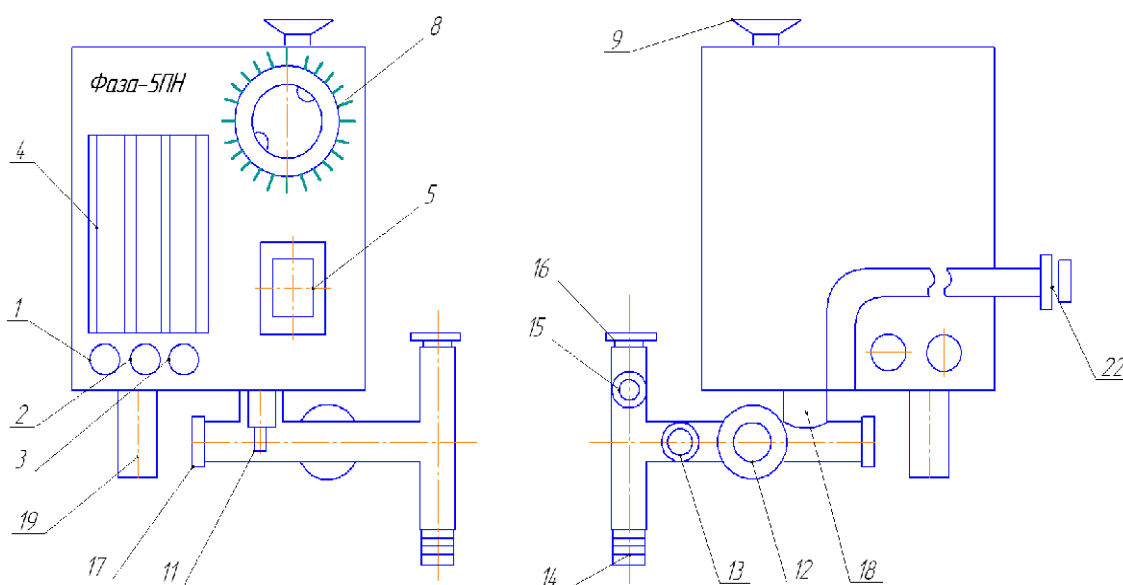
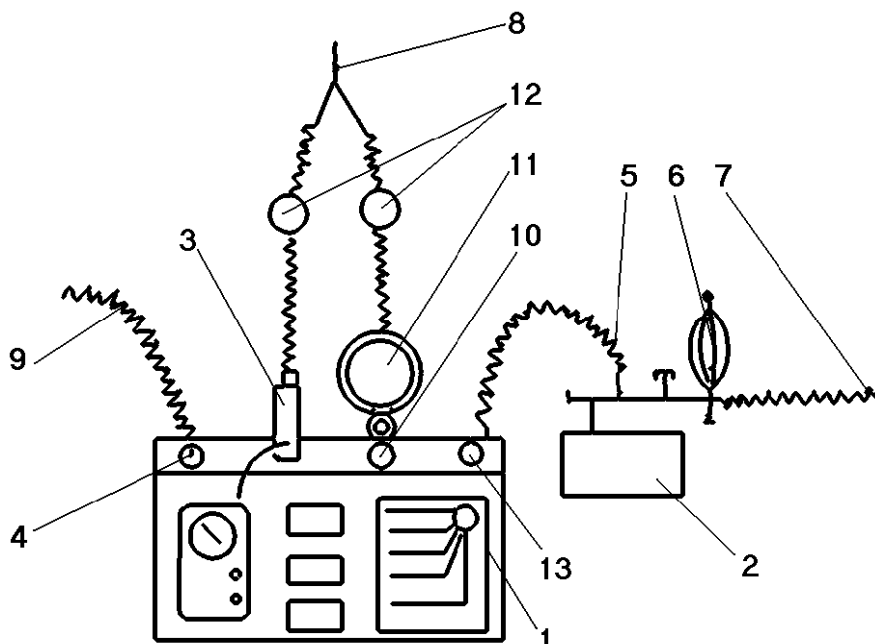
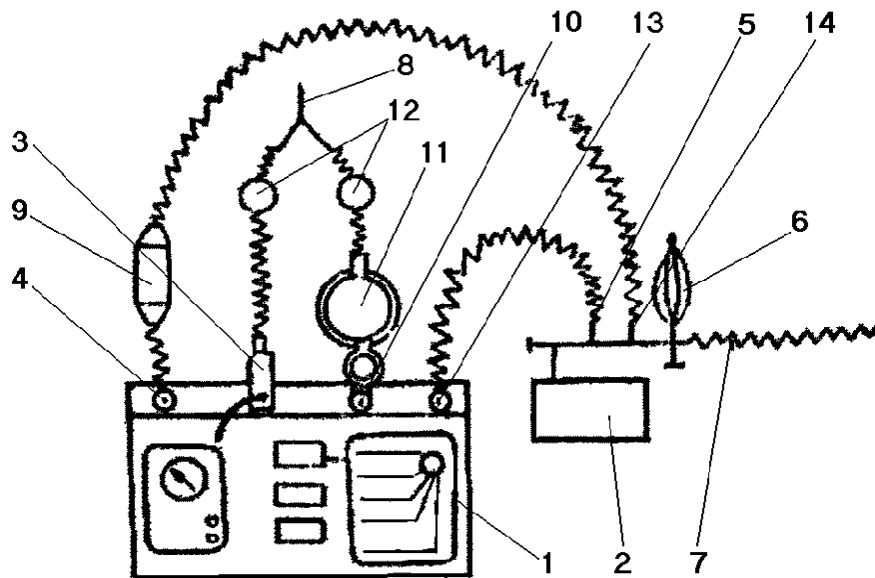
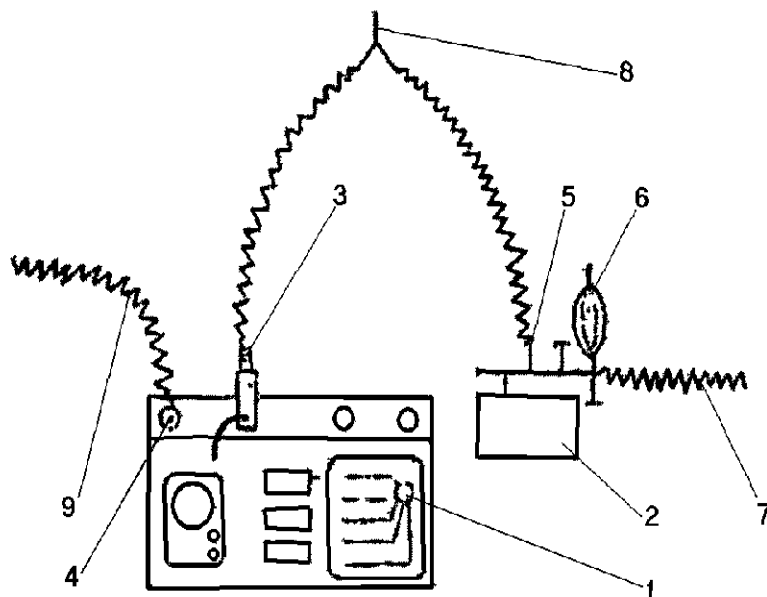

Рис. 9-Приставка наркозная РП5.18-05.000
Рис. 14-Полуоткрытый контур аппарата ИВЛ "Фаза-5НР-01"
Рис. 15-Полузакрытый контур аппарата ИВЛ "Фаза-5НР-01"
Рис. 18. Контур аппарата ИВЛ "Фаза-5НР-01" для проведения масочного наркоза при сохраненном самостоятельном дыхании пациента
4.4 Приставка наркозная (рис. 9).
Соберите дыхательный контур "аппарат-больной" (рис. 14, 15, 16, 17, 19, 13 или 18), для чего:
- подсоедините приставку через шланги к линиям сжатого кислорода и закиси азота (на рис. 14, 15, 18 не показаны), при этом вентили O_2 и N_2O должны быть закрыты (ручки поз.1 и 2 на рис.9 до упора по часовой стрелке). Наконечники шлангов имеют цветную маркировку (кислород – голубым цветом). Кроме того, для исключения ошибок при подсоединении шлангов штуцера на наркозной приставке имеют разные размеры;
На рис. 14 показан аппарат с наркозной приставкой, подготовленный для работы по полуоткрытому дыхательному контуру, на рис. 15 – по полузакрытому, а на рис. 18 – для проведения масочного наркоза при сохраненном самостоятельном дыхании пациента (аппарат ИВЛ при этом в сеть **не включать!**).